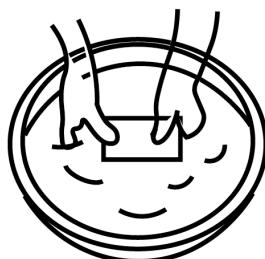

Abbildung 14
- Waschen Sie den Filter sorgfältig in lauwarmen Seifenwasser aus, Abb. 14.